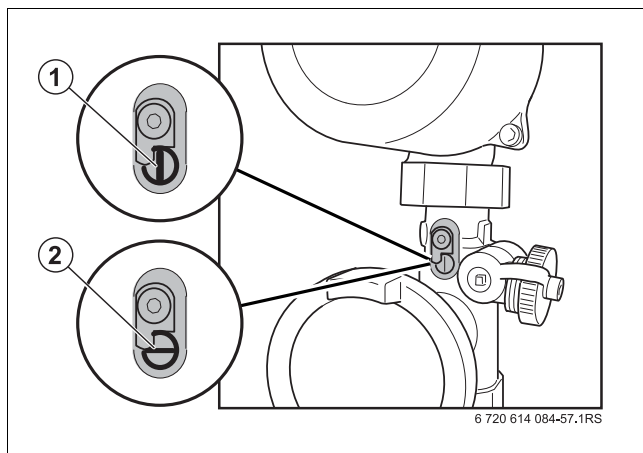

Bild 10 Rückschlagventil
- ▶ Rückschlagventil wieder schließen, nachdem die Heizungsanlage komplett entleert ist (→ Bild 10, [2]).